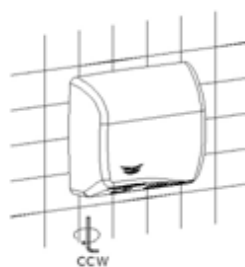

Рисунок 10
6. ПОВЕРНУТЬ ВИНТЫ ПРОТИВ ЧАСОВОЙ СРЕЛКИ (CCW) С ПОМОЩЬЮ ПРИЛАГАЕМОГО СПЕЦИАЛЬНОГО ГАЕЧНОГО КЛЮЧА (СМОТРИТЕ РИС. 10).